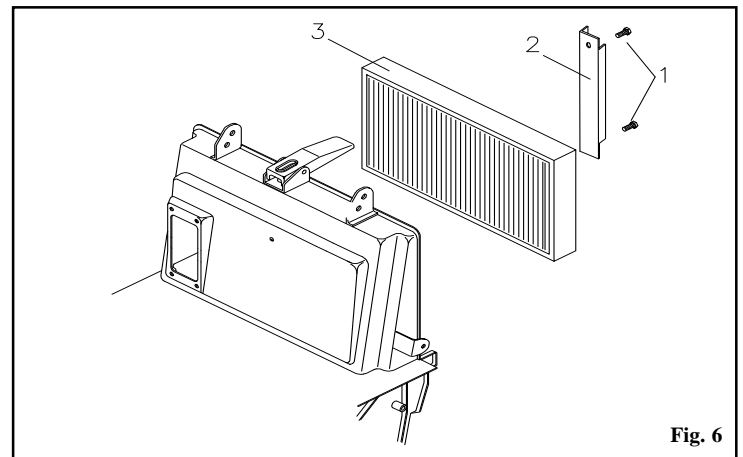

Fig. 6
- Allentare le due viti di fermo **pos. 1 Fig. 6**.
- Togliere il fermo del filtro **pos. 2 Fig. 6**.
- Estrarre il filtro **pos. 3 Fig. 6** avendo cura di tenere sollevato il martelletto scuotifiltro.
- Per rimontare il filtro **pos. 3 Fig. 6** eseguire le operazioni in senso inverso.
La regolazione della spazzola laterale, si effettua allentando le viti **pos. 1 Fig. 6/A** e posizionando manualmente la spazzola lungo le asole all'altezza desiderata. Una volta determinata l'altezza bloccare le due viti.
### Regolazione versioni 505ST - 705ET - 705ST (Fig. 6/A)
Per regolare la spazzola centrale togliere il cofano superiore ed agire sulla maniglia di regolazione allentando prima la ghiera di fermo **pos. 3 Fig. 6/A** e poi ruotando la maniglia **pos. 2 Fig. 6/A** nella direzione desiderata (senso orario aumenta la pressione). Alzando la maniglia è possibile farla girare a vuoto per poterla posizionare in modo che non ostacoli la richiusura del cofano superiore.
### Regolazione versione 505ET (Fig. 6/B)
Per regolare la spazzola togliere il cofano superiore, allentare la ghiera di fermo **pos. 4 Fig. 6/B** e ruotare il pomello **pos. 5 Fig. 6/B** (in senso antiorario per aumentare la pressione della spazzola). Una volta regolata la spazzola ribloccare la ghiera di fermo.